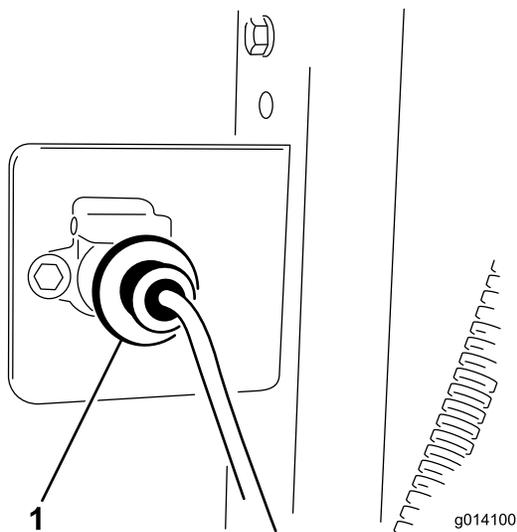

Рисунок 10
3. Прикрепите розетку жгута проводов к кронштейну с помощью двух винтов на 1/4 x 1 дюйм и гаек (Рисунок 10).
5. Подсоедините жгут проводов базового модуля к жгуту проводов буксирной машины (Рисунок 10). Разъем расположен между гидравлическими шлангами, подсоединенными к буксирной машине.